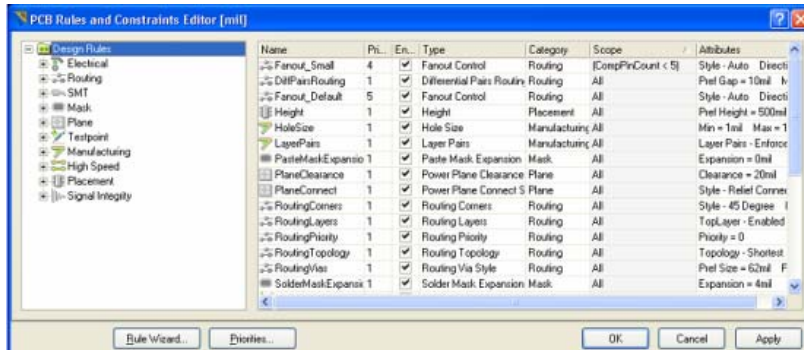

图6-19 设计规则
- 2、如图6-19，PCB规则和约束限制编辑器对话框就会出现。每个规则类显示在对话框左边Design Rules文件夹的下面。双击Routing扩展，看到相关的布线规则。然后双击Width，显示宽度规则。